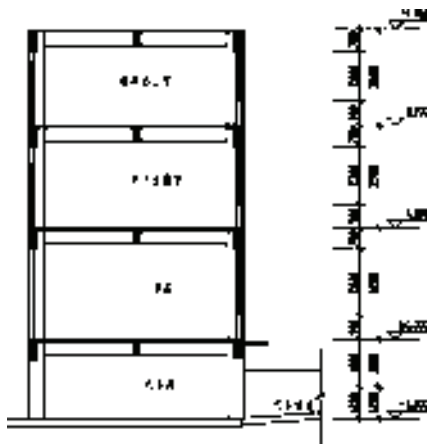

图 10-28 标高对齐
3) 调用“E”（删除）命令，删除辅助线，对齐结果如图 10-28 所示。